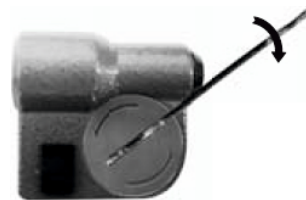

Abb. 3
- » Bringen Sie die Batterieabdeckung zurück und sichern Sie sie durch Drehen im Uhrzeigersinn (Abb. 3).